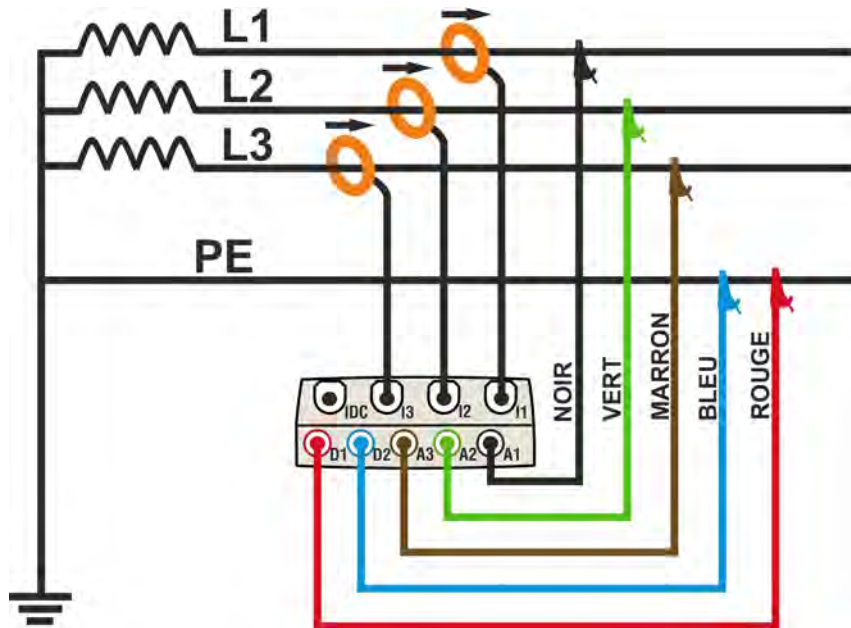

Fig. 167 : Connexion de l'instrument à un système triphasé 3 fils
2. Connecter les câbles de mesure de la tension sur les conducteurs de Phase L1, L2, L3 et Terre, selon les couleurs de la Fig. 167. **Vérifier l'ordre cyclique correct des phases "123"** (voir la § 5.2.4.1) et apporter les corrections nécessaires pour atteindre ce résultat.
3. Connecter les pinces de courant sur les conducteurs de phase L1, L2, L3 comme il est montré à la Fig. 167 **en respectant le sens de la flèche** présente sur la pince qui indique la direction conventionnelle du courant du générateur vers la charge. **Sur les pages-écrans « Valeurs temps réel », vérifier toujours que la valeur des Puissances Actives P1, P2, P3 est positive et que les facteurs de puissance Pf1, Pf2, Pf3 relatifs à la charge sont normalement inductifs**, avant de démarrer un Engistrement. Tourner la pince de 180° sur les conducteurs concernés en cas de valeurs négatives des puissances actives.